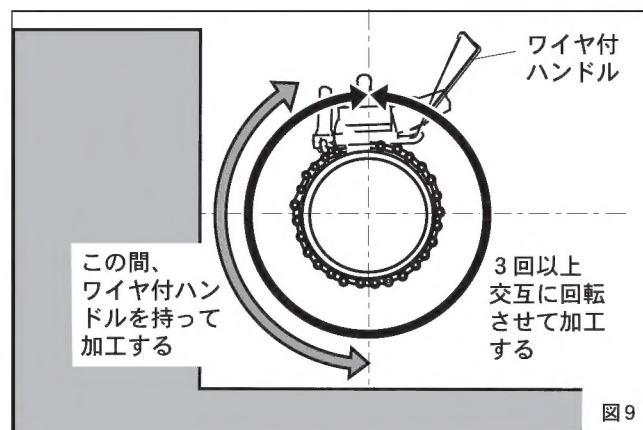

図9
### 溝切加工と溝寸法の確認（図9）
- ① スwitchを再度ONにして刃物を回転させ、ガイドリングに沿って溝切加工を行ってください。（図9）